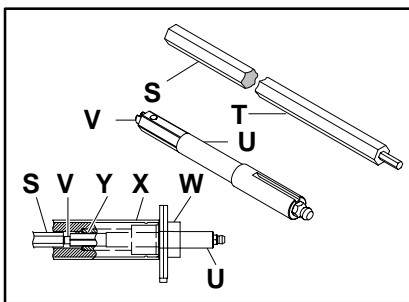

Abbildung 12
Bei der Demontage der Antriebswelle (U in Abbildung 12) wird ein Dorn mit Sechskantschlüssel mit Verlängerung (T) benötigt.